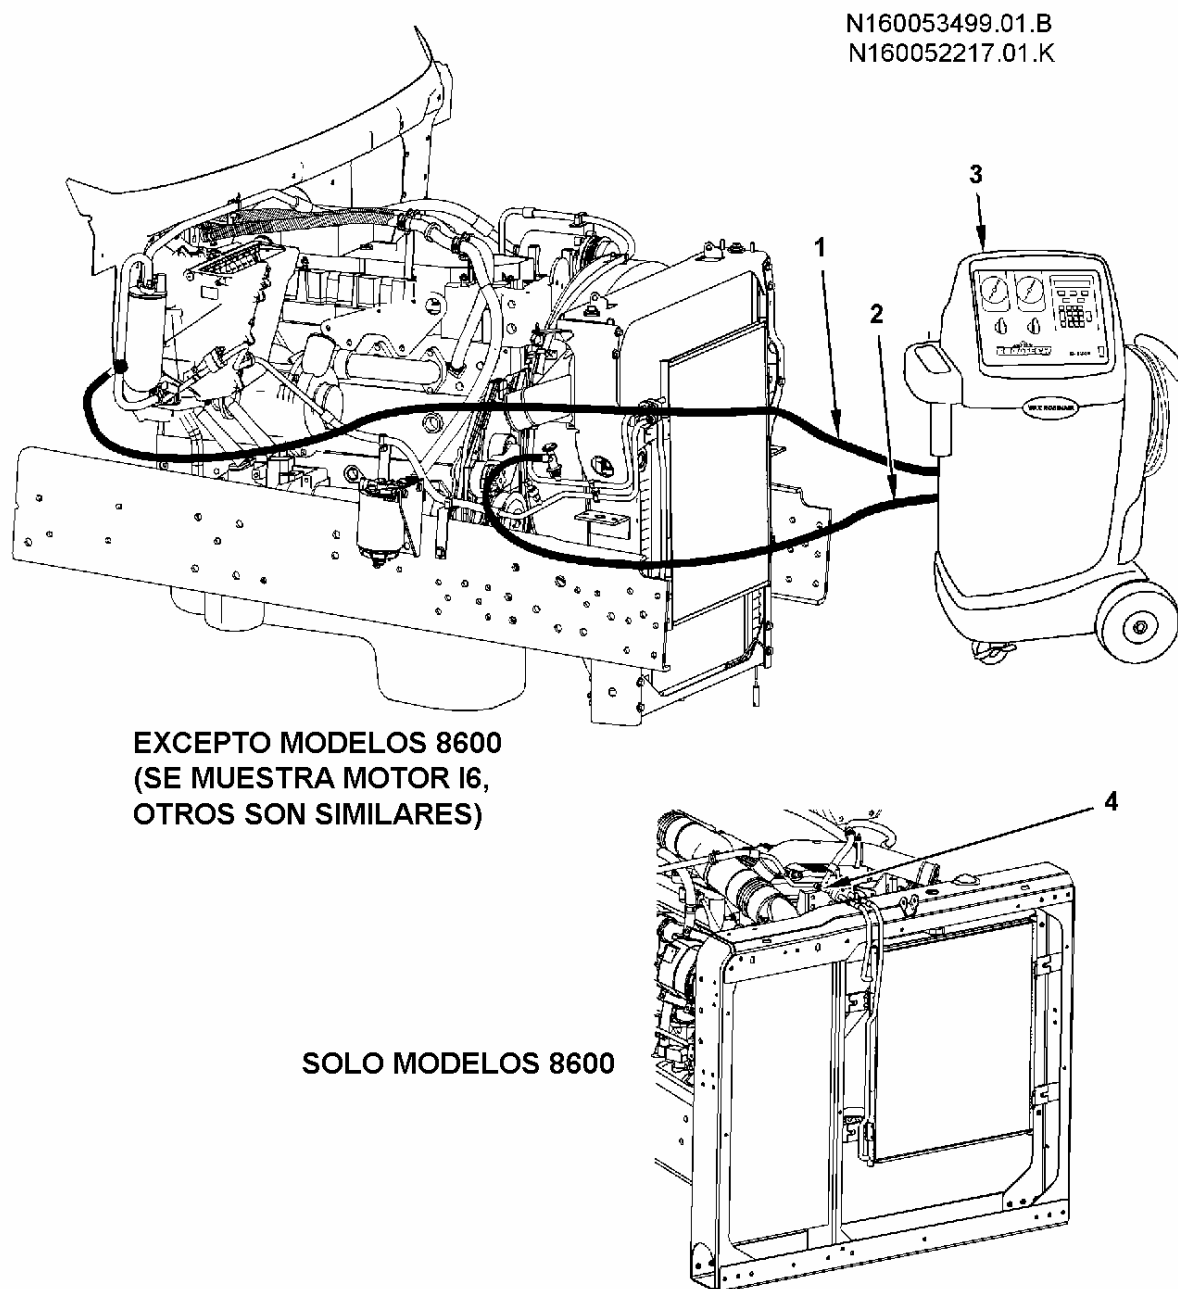

Figura 43 Conexión del Equipo para Dar Servicio al Sistema
Refiérase a la Figura 43.
4. Conecte la estación de recuperación como sigue (refiérase a la Figura 43):